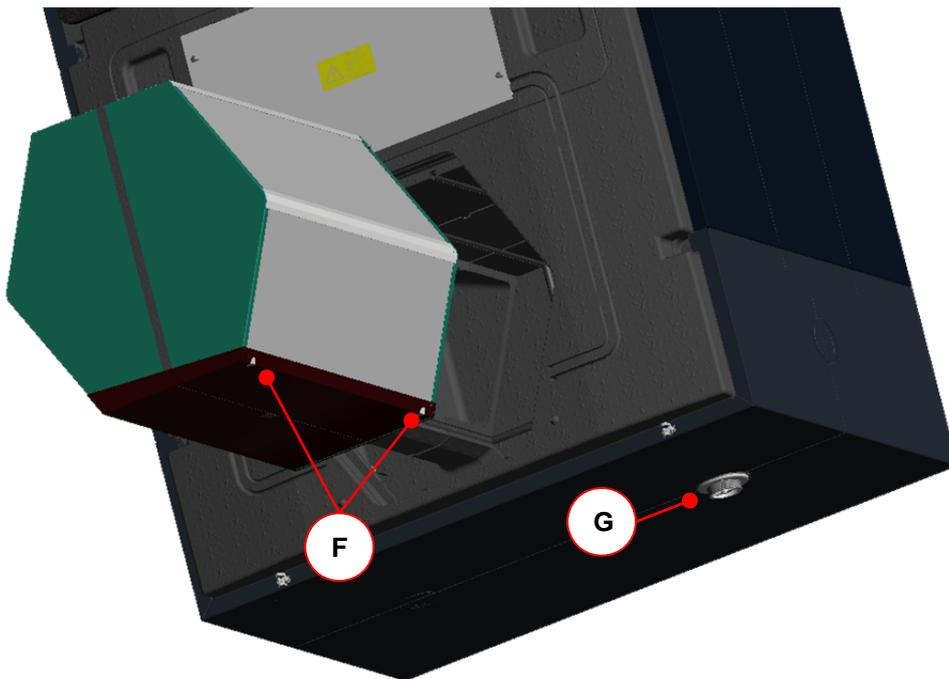

Abb. 46: Einschieben des Wärmetauschers bezüglich der Ausrichtung der Aussparungen an der Kondensatwanne
2. Setzen Sie den betreffenden Wärmetauscher-Typ unter Beachtung der Hinweise zur Abb. 46 ein, und führen Sie die Arbeitsschritte 7. bis 9. gemäß 3.7.1 durch.
3. Setzen Sie den Wärmetauscher unter Beachtung der Hinweise zur Abb. 46 ein, und führen Sie die Arbeitsschritte 7. bis 9. gemäß 3.7.1 durch.